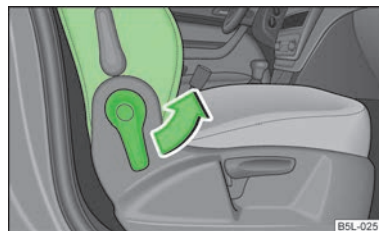

Fig. 43
- Tirar de la palanca en sentido de la flecha » fig. 43 y plegar el respaldo hacia delante hasta que escuche que el bloqueo encaja.